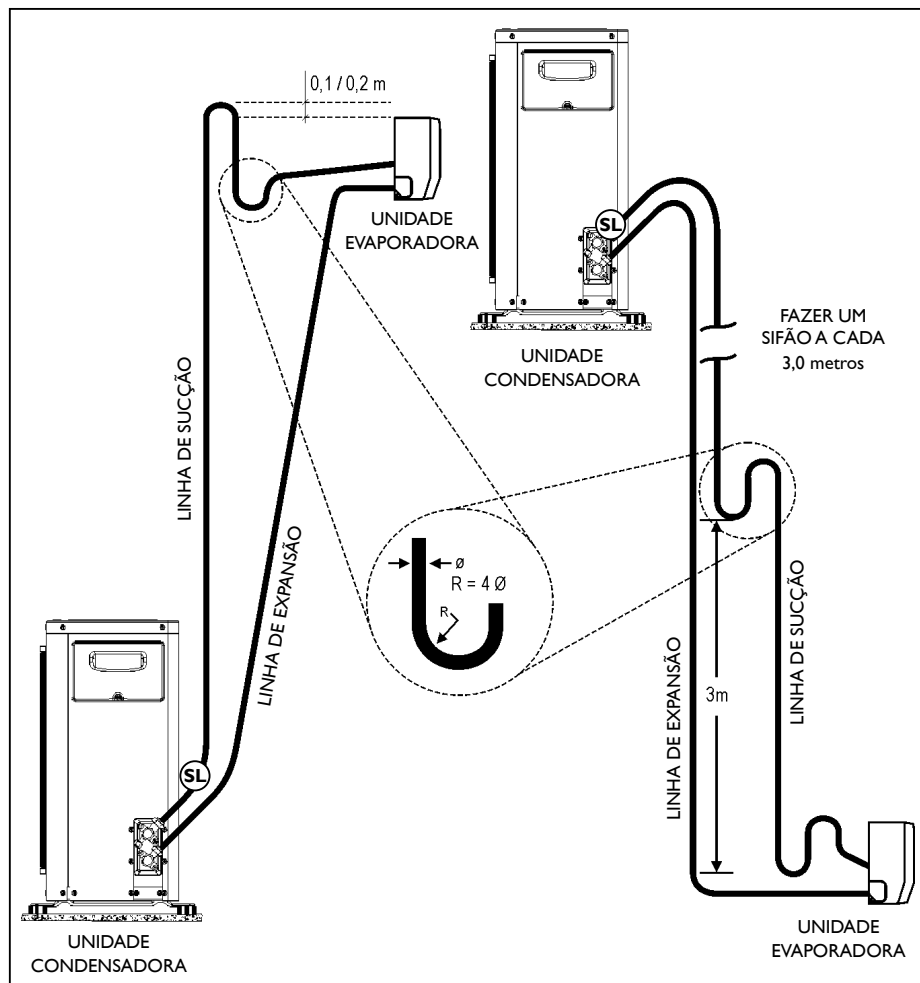

FIGURA 16 - INSTALAÇÃO LINHAS LONGAS
- 2º Elevar a linha de expansão acima da un. condensadora antes de ir para a un. evaporadora (0,1m para modelos 42RY_009 e 42RY_012 e 0,2m para 42RY_018 e 42RY_022), quando a un. evaporadora estiver abaixo da un. condensadora. (Figura 16)
- 3º Elevar a linha de sucção acima da un. evaporadora antes de ir para a un. condensadora (0,1m para modelos 42RY_009 e 42RY_012 e 0,2m para 42RY_018 e 42RY_022), quando a un. evaporadora estiver acima ou no mesmo nível da un. condensadora. (Figura 16)
- 5º Fazer sifões nas subidas da linha de sucção, quando aplicado, a cada 2,5m para os modelos 42RY_009 e 42RY_012 e 3,0m para os modelos 42RY_018 e 42RY_022, incluindo a base. Caso o desnível seja menor que 3m faça apenas na base. (Figura 16)
- 6º Inclinare as linhas horizontais de sucção no sentido do fluxo. (Figura 16)
- Veja a posição conforme a indicação SL na figura 16 abaixo.
- No caso de haver desnível entre 4 e 5m entre as unidades e estando a evaporadora em nível inferior, deve ser instalado na tubulação de sucção um sifão para 3m desnível (ver figura 16).
- Nas instalações em que estiverem a unidade condensadora e a evaporadora no mesmo nível ou a evaporadora em um nível superior, deve ser instalado logo após a saída da evaporadora, na tubulação de sucção, um sifão, seguido de um “U” invertido, cujo nível superior deste deve estar ao mesmo plano do ponto mais alto do evaporador. Convém também informar que deverá haver uma pequena inclinação na tubulação de sucção no sentido evaporadora-condensadora (ver figura 16).